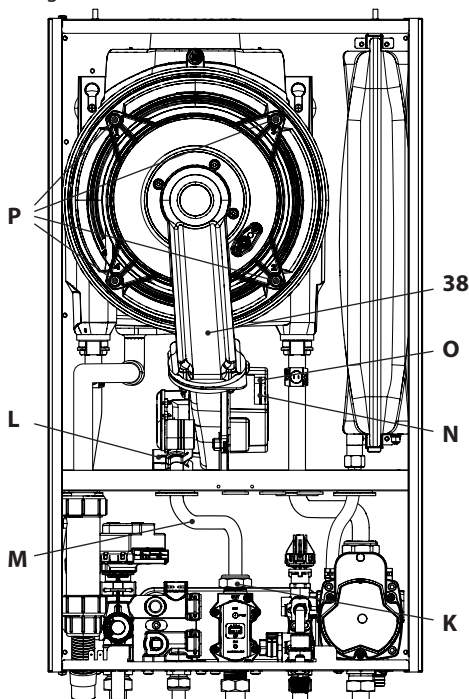

Figura 9.12
Rimozione del gruppo bruciatore ventilatore 38 in Figura 9.12.
- Scollegare il connettore **N** tirandolo verso il basso (Figura 9.12).
- Scollegare il connettore del ventilatore **O** tirandolo verso il basso (Figura 9.12).
- Svitare i dadi **P** e rimuovere il gruppo bruciatore ventilatore 38 (Figura 9.12)